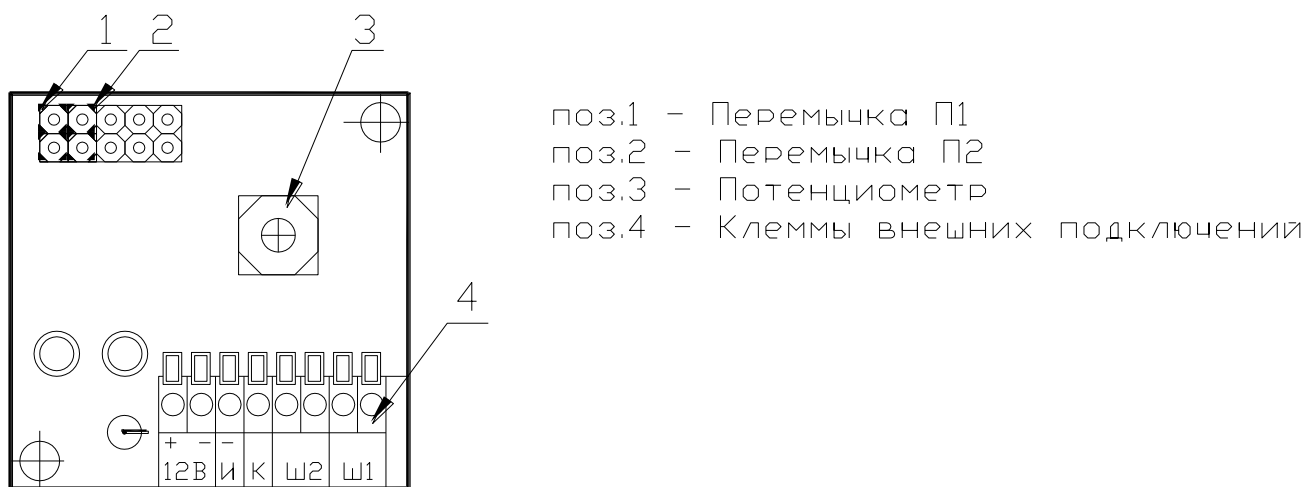

Рис.1.3 Расположение элементов коммутации и индикации на плате
1.5.1 В соответствии с рис. 1.3 на плате коммутации установлены следующие элементы коммутации и регулировки: